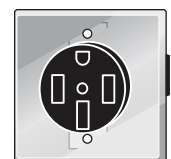

Fig. 18
- Tomacorriente mural y placa de montaje, tetra o trifilar, para 40/50 amperios (Fig. 18).